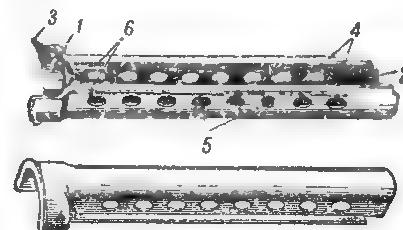

Рис. 50. Верхний кожух:
50. **Верхний кожух** (рис. 50) является продолжением ствольной накладки. Он имеет: усиленный задний конец для соединения со ствольной накладкой; передний конец для соединения с надульником; задний бортик для ограничения смещения ложевого кольца; боковые загибы для соединения с нижним